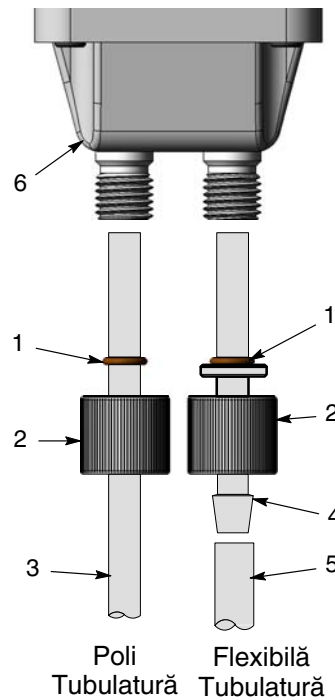

Figura 7 Instalarea tubulaturii pentru pulbere
1. A se vedea Figura 7. Îndepărtați o piuliță de fixare (1) și inelul de etanșare (1) de pe pompă.
2. Culisați piulița de fixare peste tubulatura poli (3).
4. Împingeți tubulatura poli în blocul de reglare (6) până când ajunge la capăt.
1. A se vedea Figura 7. Îndepărtați o piuliță de fixare a tubului (2) și inelul de etanșare (1) de pe pompă.
2. Montați inelul O pe adaptorul pentru tub (4) până când acesta ajunge la flanșa adaptorului.
3. Montați capătul adaptorului în blocul de reglare (6).
5. Împingeți tubulatura flexibilă pentru pulbere (5) pe capătul striat al adaptorului.